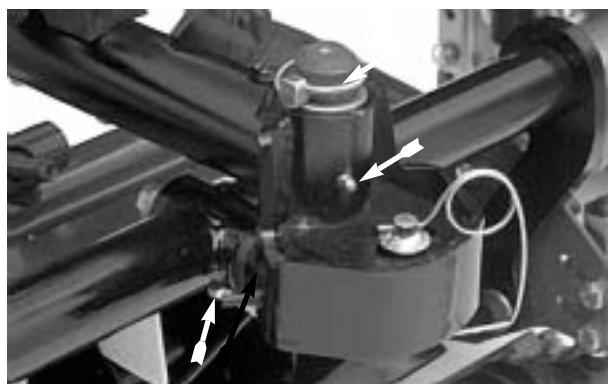

図 36
2. コントロールパネルのカバーを開け、コントローラ（図36）の側にあるワイヤハーネスに付いているループバック・コネクタを注意深くはずす。
カッティングユニットのキャリアフレームとピボット各 2 か所 (図36)